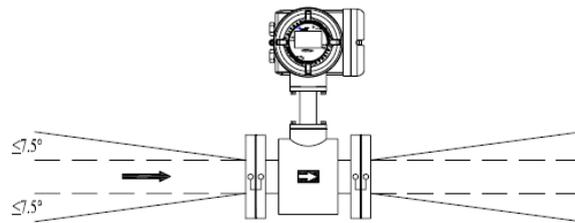

图 8.6
4) 流量计测量内径应与管道内径相一致，如果内径不可能一致，管道内径应大于流量计内径，并在它们之间加装圆锥角不大于  $15^\circ$  的渐缩管或渐扩管，如图 8.6 所示。